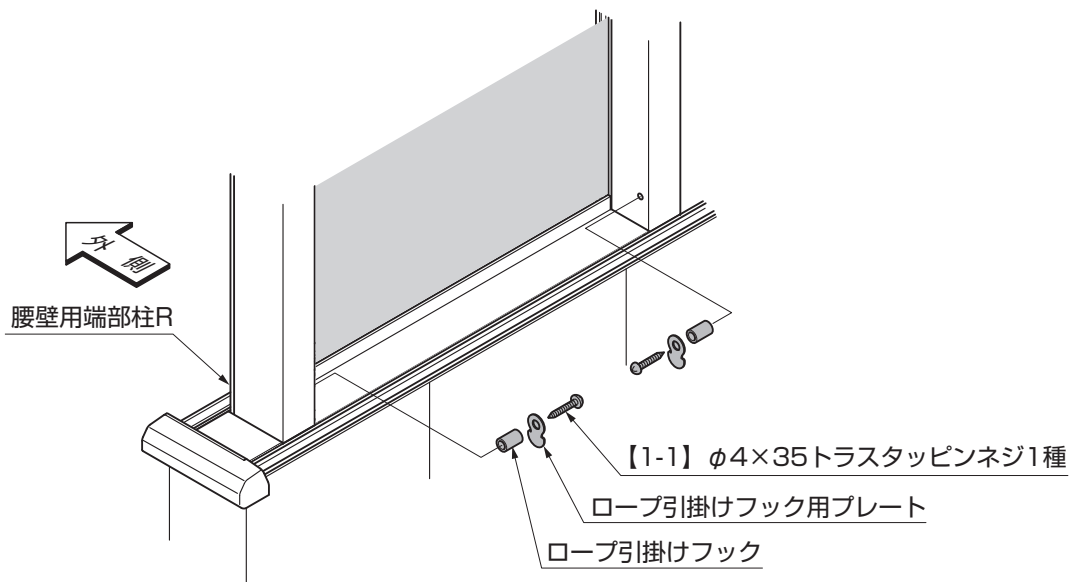

図3-6
- ② ロープ引掛け用パイプ、ロープ引掛け用プレートを柱に、【1-1】で取付けてください。(図3-6参照)